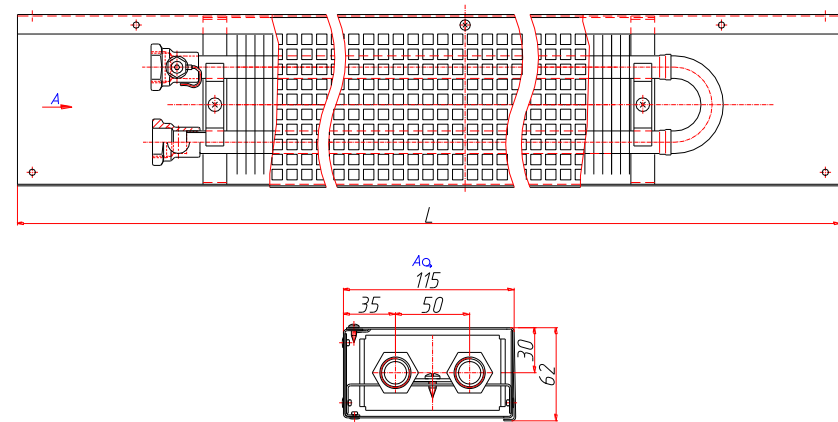

Рис. 1 Конвектор КФ 11.06.060...310 концевой.
4.2 Размеры и технические характеристики изделий представлены на Рис.1, 2 и таблице 1.